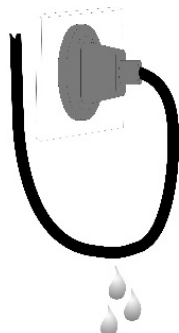

FIGURE 1
- Faire un « U » vers le bas avec une partie du câble pour empêcher l'eau de couler le long de la prise de courant et le long du câble (Figure 1).